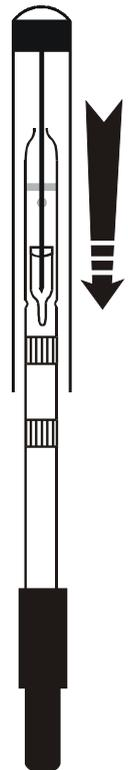

Abb. 1
- Die Ampulle mit dem Zerkleinerer zerkleinern (während die Röhre in einer vertikalen Position gemäß Fig. 1 gehalten wird). Schütt den Inhalt ganz gut auf die Schicht.